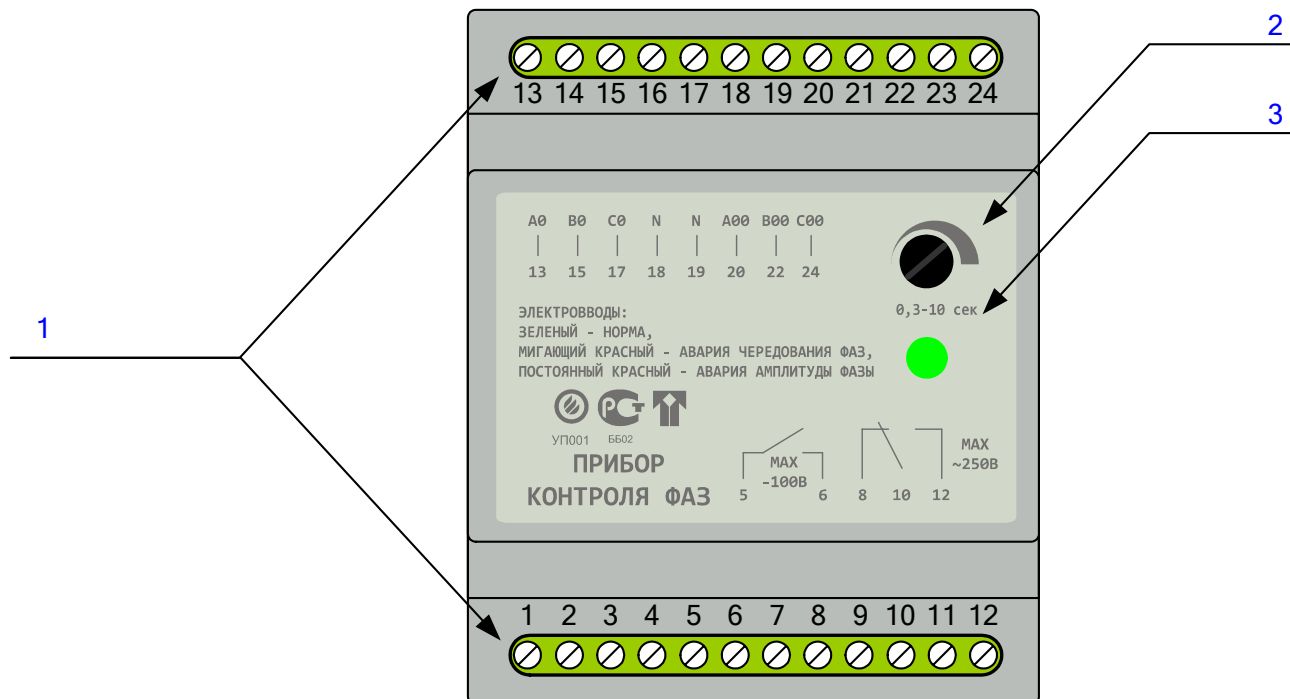

Рис. 1. Внешний вид ПКФ.
5.1. Прибор контроля фаз представляет собой электронный микропроцессорный блок в пластмассовом корпусе. Внешний вид ПКФ приведен на рис. 1.